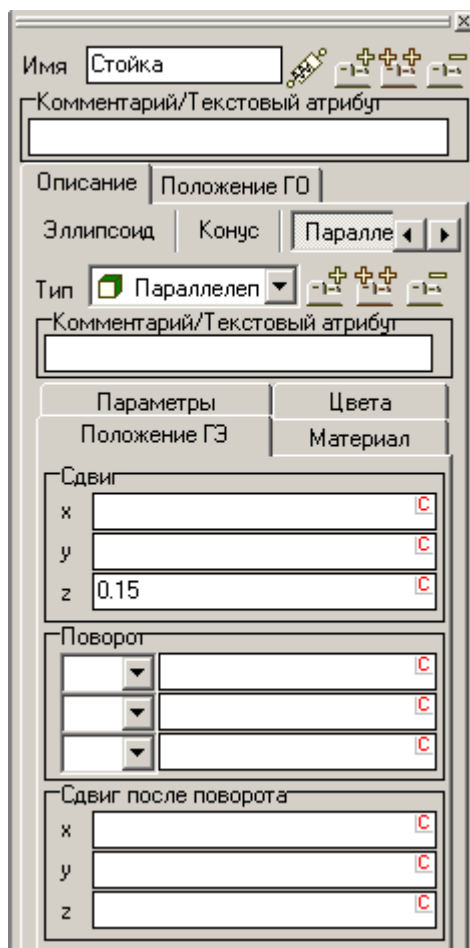

Рис. 1.6. Положение графического элемента
13. Перейдите на закладку **Положение ГЭ**. В поле **Z**, группы **Сдвиг** установите **0.15**, см. рис. 1.6.